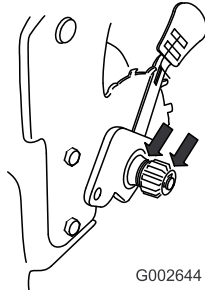

Figure 41
2. Appliquez une couche d'huile de graissage à l'intérieur et à l'extérieur des engrenages, de la manière indiquée (Figure 41).